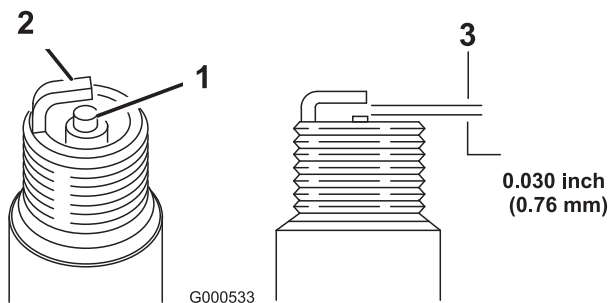

Figure 21
5. Réglez l'écartement des électrodes à 0,76 mm (Figure 21).